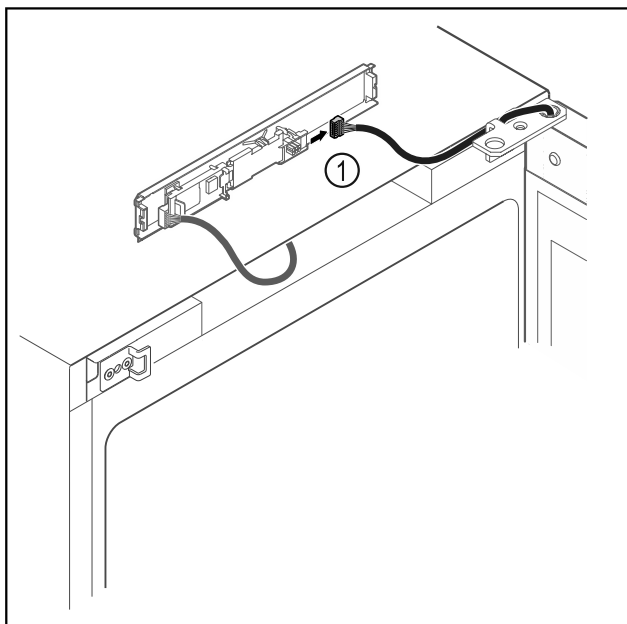

Fig. 16
- ▶ Wtyczkę Fig. 16 (1) należy odłączyć od płytki drukowanej.